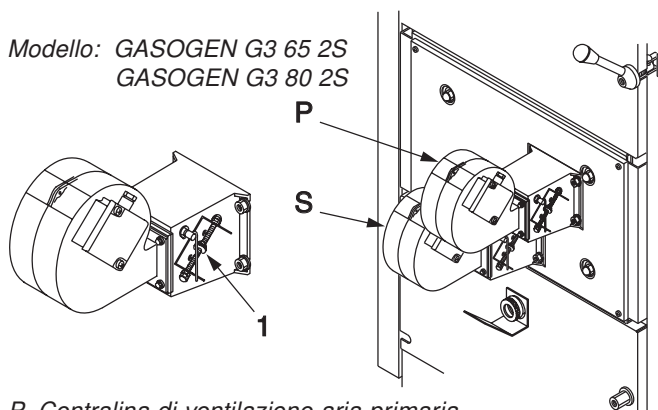

fig. 48
**La posizione di partenza delle ghiere** (pos. 1, fig 48) che comandano l'apertura o la chiusura dell'aria primaria e secondaria, **dovrà essere circa a metà sull'asta filettata.**
A questo punto, "avvitare" o "svitare" le ghiere (pos. 1, fig 48) sulla barra filettata fino ad ottenere una regolazione ottimale delle arie osservando il colore della fiamma nella camera di combustione inferiore; si tenga presente che avvitando in senso orario la ghiera (cioè verso l'alto) si otterrà un aumento dell'immissione dell'aria (primaria o secondaria), viceversa, una diminuzione.
Le caldaie GASOGEN G3 65 2S e GASOGEN G3 80 2S sono dotate di due ventilatori (fig. 48) che incorporano un clapé di regolazione comandato da ghiera esterne. Il ventilatore superiore fornisce l'aria primaria, l'inferiore l'aria secondaria.